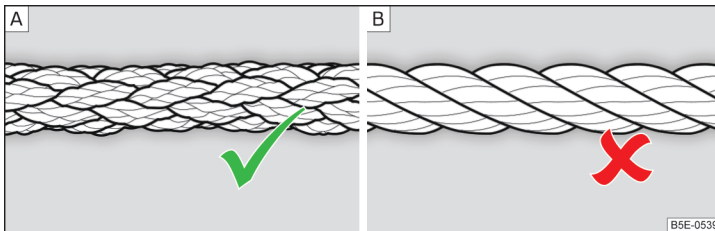

Fig. 279 Cablul de tractare împletit/cablul de tractare înfășurat
Pentru tractarea cu ajutorul unui cablu de tractare, folosiți numai un cablu din fibre sintetice » fig. 279 - [A] » !.
- La tractare nu utilizați cablu de tractare înfășurat » fig. 279 - [B], cârligul de tractare s-ar putea desface la autovehicul - există pericol de accident.